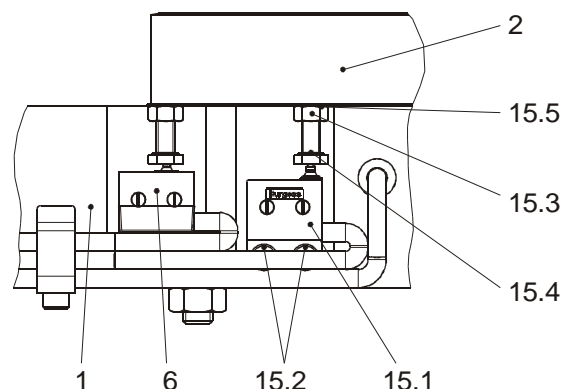

Fig. 10
Contrôle de l'usure (15) fig. 10 (en option selon les types)
Pour le contrôle de l'usure (15), un seul micro-interrupteur est nécessaire pour le frein ROBA®-twinstop®. Il est monté sur le frein comme indiqué sur la figure 10.
Réglage et contrôle du fonctionnement en usine du micro-interrupteur (15.1), voir fig. 10